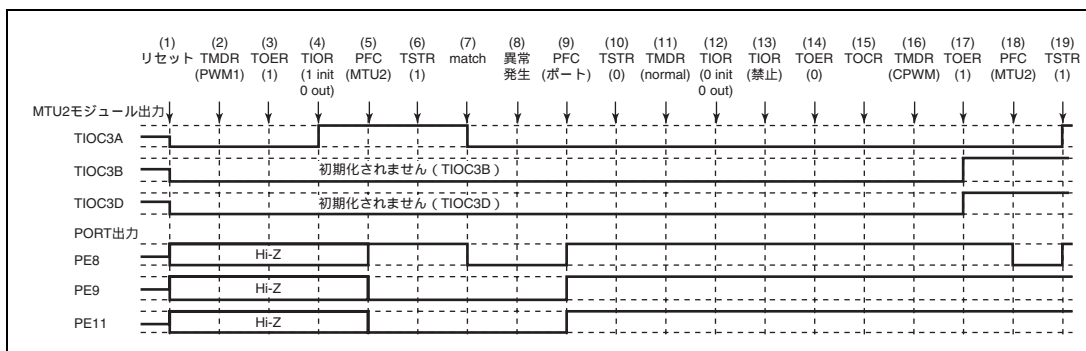

図 11.125 PWM モード 1 で異常が発生し、相補 PWM モードで復帰する場合
PWM モード 1 で異常が発生し、再設定後相補 PWM モードで再スタートする場合の説明図を図 11.125 に示します。
(1) ~ (14) は図 11.125 と共通です。
(15) TOCR でリセット同期 PWM の出力レベルと周期出力の許可禁止を選択してください。
(16) リセット同期 PWM を設定します。
(17) TOER でチャンネル 3、4 の出力を許可してください。
(18) PFC で MTU2 出力としてください。
(19) TSTR で再スタートします。